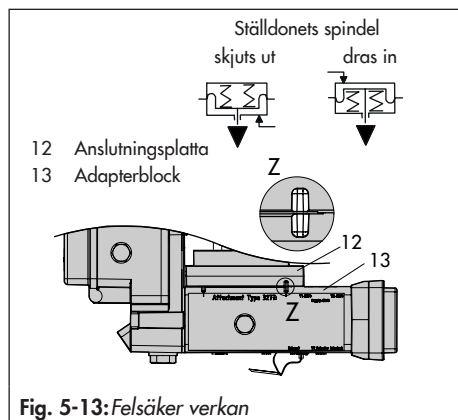

Fig. 5-13: Felsäker verkan
8. Sätt in skruvarna (13.1) genom de mellersta hålen på adapterblocket (13).
9. Placera anslutningsplattan (12) tillsammans med tätningen (12.1) på skruvarna (13.1) som motsvarar den felsäkra verkan "ställdonsspindel skjuts ut" eller "ställdonsspindel dras in". Den felsäkra verkan som appliceras bestäms genom att adapterblockets spår (13) riktas in i förhållande till anslutningsplattans spår (12) (Fig. 5-13).